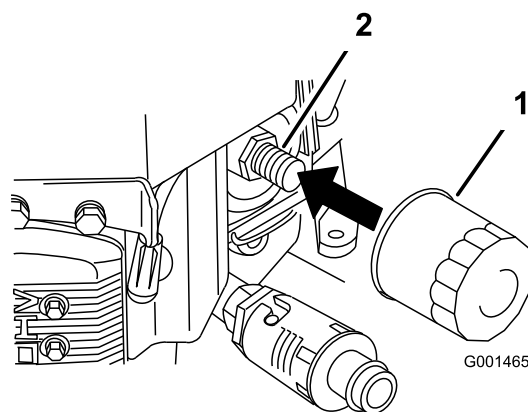

Figure 31
2. Retirez le filtre usagé (Figure 31).
3. Appliquez un mince film d'huile neuve sur le joint en caoutchouc du filtre de rechange (Figure 31).
4. Posez le filtre à huile de rechange sur l'adaptateur, tournez le filtre dans le sens horaire jusqu'à ce que le joint en caoutchouc touche l'adaptateur, puis serrez le filtre de 3/4 de tour supplémentaire (Figure 31).